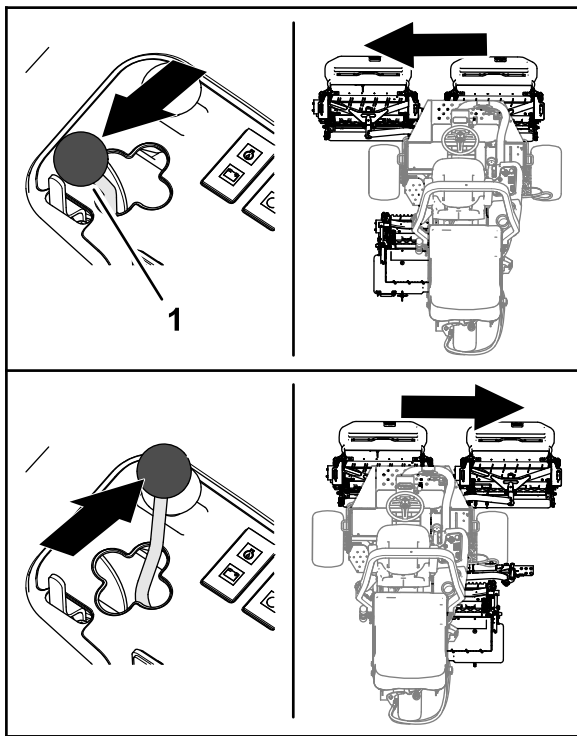

Bild 47
2. Bewegen Sie den Mähwerksschalthebel nach links oder rechts, um die Mähwerke nach links oder rechts zu bewegen (Bild 47).